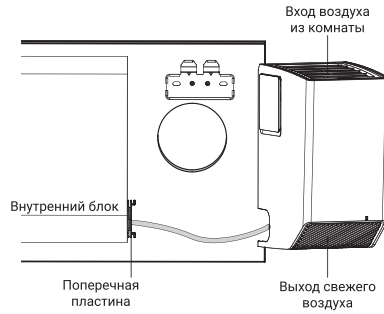

Рис. 13.
6. Закрепите Модуль приточно-вытяжной вентиляции на Поперечной пластине, совместив пазы вырезного отверстия и пластины (рис.13)